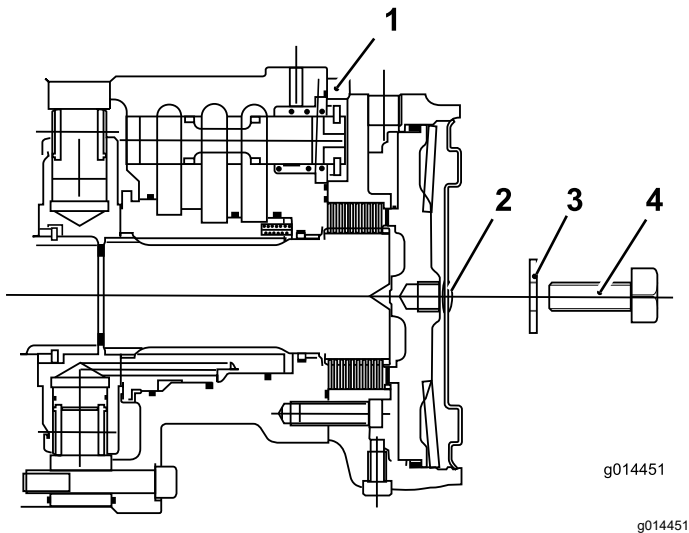

Figure 48
1. Retirez le boulon (12 x 40 mm) et la rondelle (12 mm) du trou au centre de la plaque d'extrémité du moteur (Figure 48).